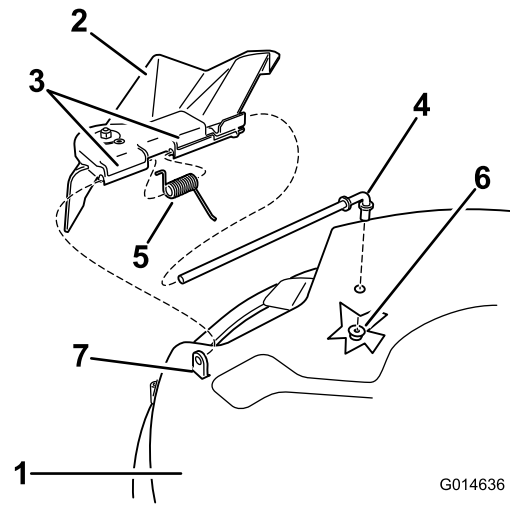
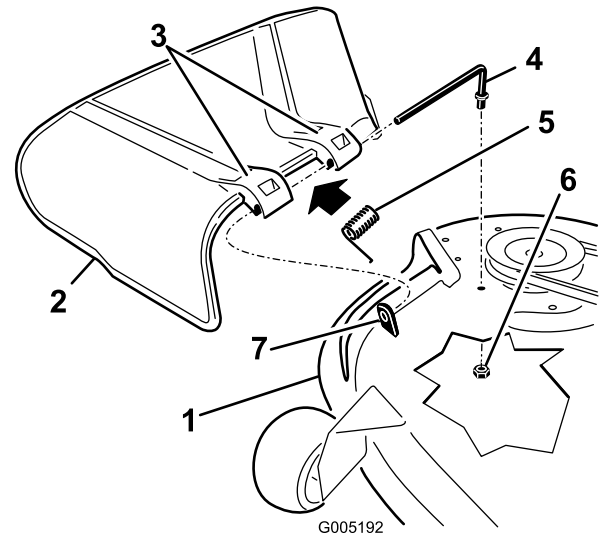

Figure 63
Figure 64
1. Retirez l'écrou (3/8 po) de la tige, sous le tablier de coupe (Figure 63 et Figure 64).
2. Sortez la tige de la courte cheville de positionnement, du ressort et du déflecteur d'herbe (Figure 63 et Figure 64).
4. Reposez le déflecteur d'herbe (Figure 63 et Figure 64).
7. Insérez la tige dans le deuxième support du déflecteur d'herbe (Figure 63 et Figure 64).
9. Fixez l'extrémité arrière de la tige dans le tablier de coupe à l'aide d'un écrou ($\frac{3}{8}$ po), comme montré à la Figure 63 et Figure 64.